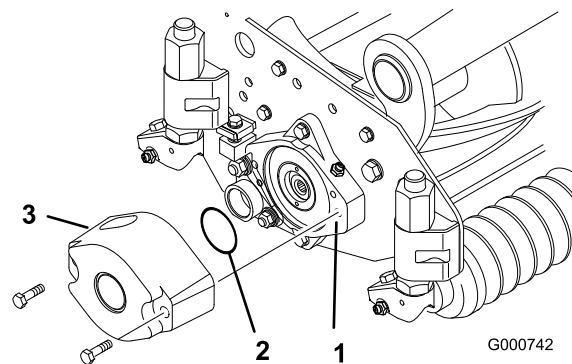
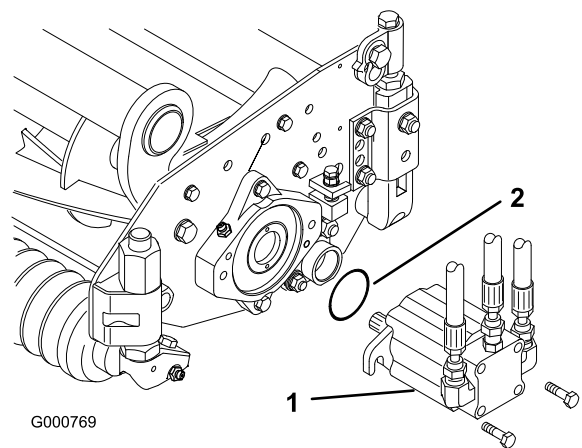

図 4
図 7
3. 大きなOリングにグリスを塗り、カッティングユニット両側のベアリングハウジングの溝にそれぞれ取り付ける（図 4 と 図 7）。
4. 付属のキャップスクリューを使って、各カッティングユニットにカウンタウエイトを取り付ける（図 4）。
る(図 7)。